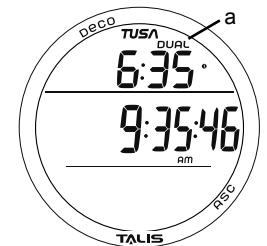

Abb. 7C - STANDARDZEIT
Dualzeit - angezeigt mit dem Symbol AWAY (Abb. 7C a) - ist eine weitere Uhrzeit, in der Regel die Alternativzeit, kann aber je nachdem, welche Uhrzeit nicht als Uhr-Standardzeit ausgewählt ist, auch die Standardzeit sein.
- Wenn eine Alternativzeit eingestellt und für Show Dual Time (Dualzeit anzeigen) YES (Ja) ausgewählt ist, werden beide Uhrzeiten im Uhr-Standardzeit-Display angezeigt (Abb. 7C).